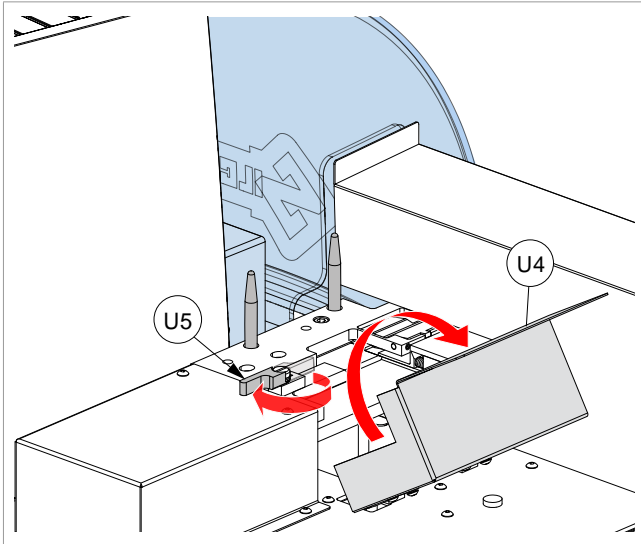

Fig. 103
- 1) Roteer het scherm (U4) (Fig. 103).
- 2) Roteer de hendel volledig (U5) (Fig. 103).